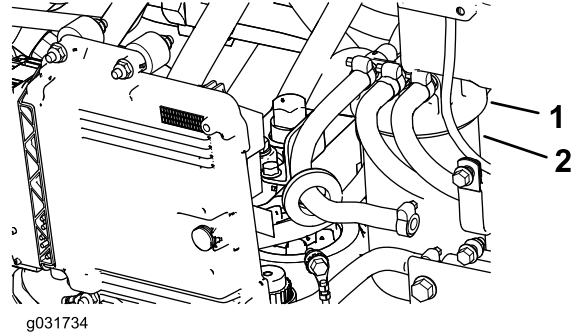

Figura 96
1. Limpie la zona alrededor de la cabeza del filtro de combustible (Figura 96).
2. Retire el filtro y limpie la superficie de montaje del cabezal del filtro (Figura 96).